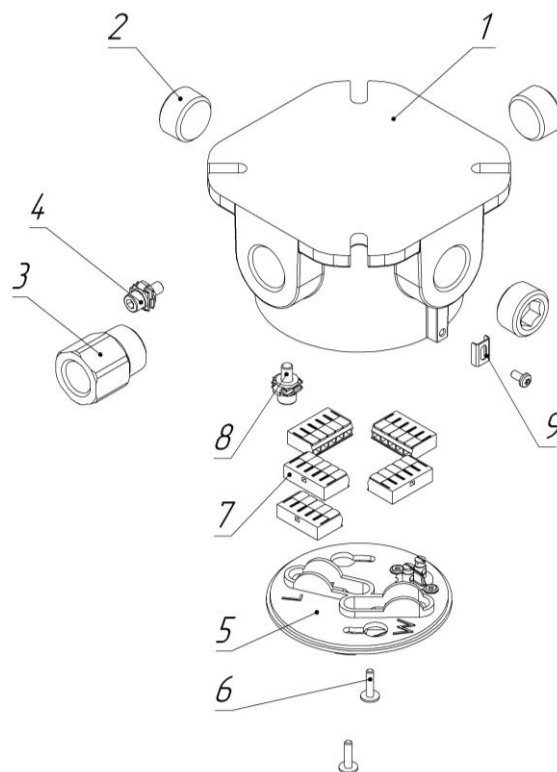

Рис.6
7.6.7 Для монтажа на потолок (Тип крепления СМ) (рис.6).